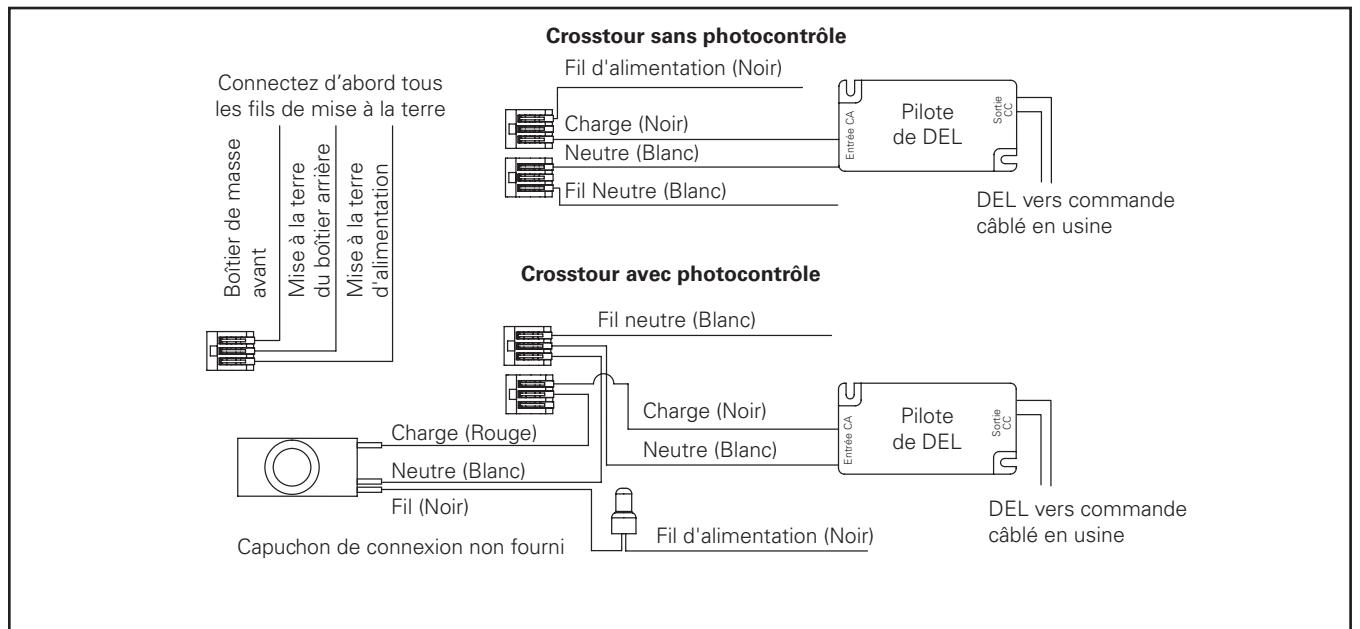
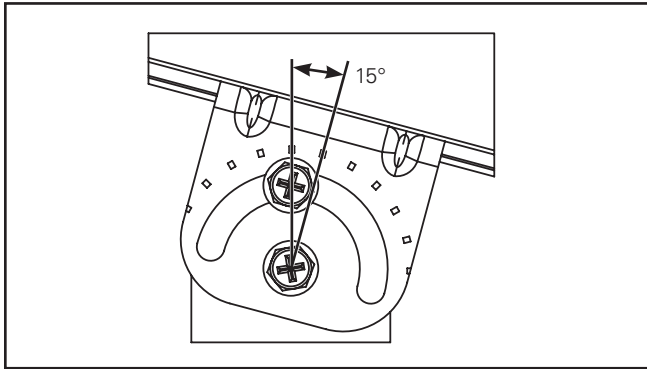

Figure 4.
Figure 5.
4. Passez les fils du tourillon dans le boîtier arrière par le trou du centre pour les fils. Fixez le bout du câble à la plaque du tourillon. Attachez le boîtier arrière au tourillon grâce aux 4 vis 8-32 fournies avec le scellant pour filetage préappliqué. Vissez et serrez les 4 vis à 3,4 à 4,5 Nm (30 à 40 po-lb). Assurez-vous que les vis sont toutes aussi serrées. Assurez-vous que le support coudé du tourillon est entièrement compressé contre le boîtier arrière. Ainsi, il n'y aura aucun espace entre le boîtier arrière et le support. (Figure 4.)
5. Faites les branchements électriques entre le faisceau du tourillon et les fils de sortie du luminaire Crosstour (Figure 4). Refixez le couvercle du boîtier. Vissez et serrez à 1,1 à 1,7 Nm (15 à 20 po-lb). Fixez la visière et le parechoc optionnels. (Figure 5.)